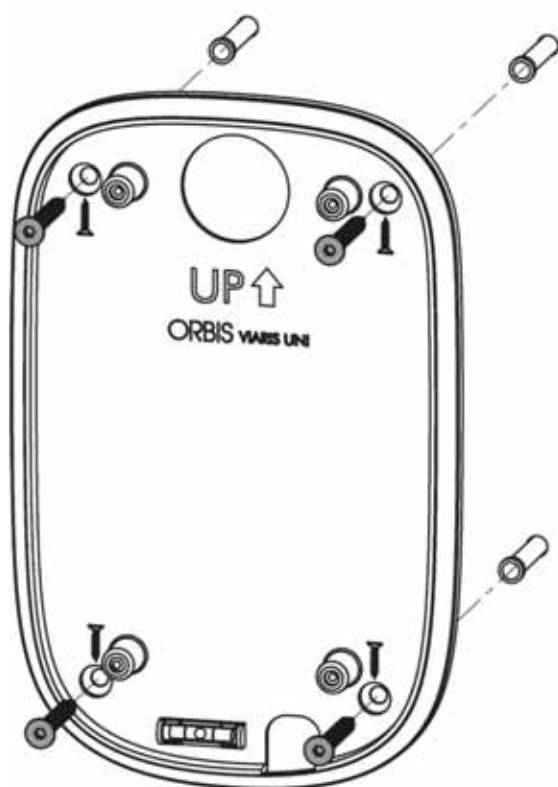

Fig.1
- Boulonner la plaque de montage murale. Fig. 1